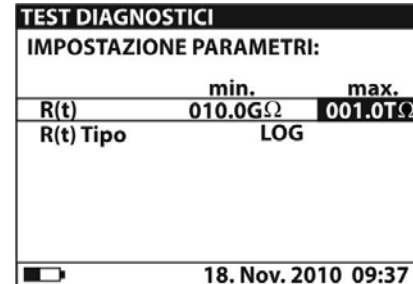

Fig. 28: Impostazione parametri grafico R(t)
7. Per effetto della possibile lunga durata del Timer (fino a 30 min) uno speciale algoritmo interno (LOG) è usato dallo strumento per tracciare il grafico (vedere Fig. 28)